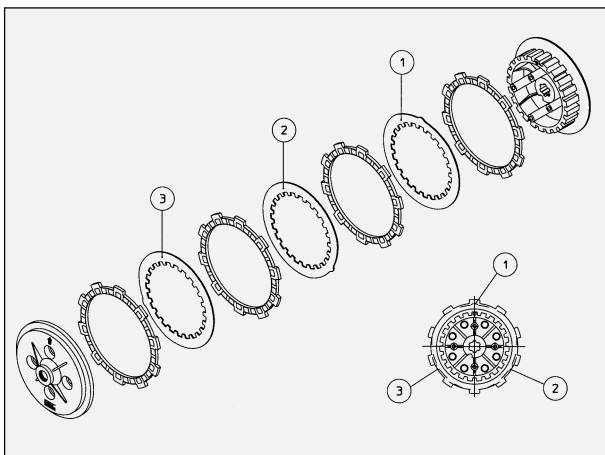

Fig. 47
- 13) PROCEDENDO in modo inverso al punto (10) dello smontaggio motore; rimontare il gruppo frizione ricordando di sostituire la rondella con linguetta di bloccaggio dado; montare il dado di fissaggio tamburino frizione bloccandolo con $5,5 \div 6$ kgm e piegare la linguetta.
- 14) MONTARE l'asta frizione, la sfera, ed infine lo spingidisco in modo inverso al punto (8) dello smontaggio.
- 15) MONTARE il gruppo dischi frizione seguendo la progressione come indicato in (Fig. 47) i dischi in ferro (1-2-3-Fig. 47) vanno montati con la tacca indicata dalle frecce a 120° una dall'altra partendo con la tacca sul primo disco rivolta verso l'alto. Montare quindi il tamburino e il piattello facendo attenzione a posizionare i riferimenti in corrispondenza tra loro.
- 13) PROCEEDING in the inverse order to point (10) of the motor disassembly, put the clutch group back in place, remembering to replace the washer with a tab for locking the nut, fit the clutch boss retaining nut, locking it with a torque of $5,5 \div 6$ kgm.
- 14) FIT the clutch rod, the ball and finally the rod push in the inverse order to point (8) of the disassembly.
- 15) FIT the group of clutch plates in the order indicated in (Fig. 47); the clutch plate (1-2-3-Fig. 47) must be fitted with the mark indicated by the arrows at an angle of 120° with one another starting from the mark facing upwards on the first disc.